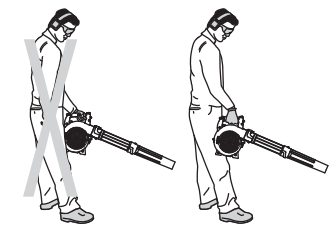

Fig. 11
- Vous tenez le souffleur de la main droite et que l'appareil est placé à votre droite ; vous ne bloquez pas l'entrée d'air, car cela peut avoir des conséquences sur les performances de l'appareil (Fig. 11) ;